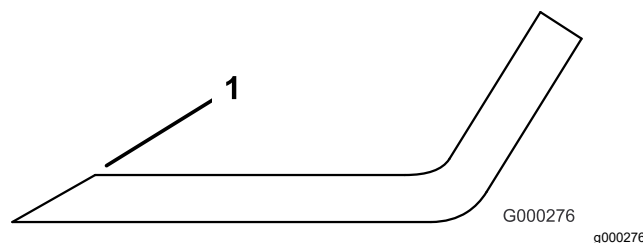

Figura 128
3. Esaminate l'affilatura di tutte le lame e affilate se risultano smussate o scheggiate (Figura 128).
Nota: Affilate soltanto la parte superiore del tagliente e mantenete l'angolo di taglio originale per garantire l'affilatura (Figura 128). La lama resta bilanciata soltanto se viene rimossa una quantità uguale di metallo da entrambi i taglienti.